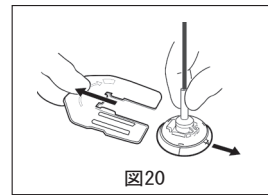

図20
11. 1140Mハンドルの基部をつかみ、支持棒の狭い方の縁をつかんで支持棒を引っ張ります (図20)。